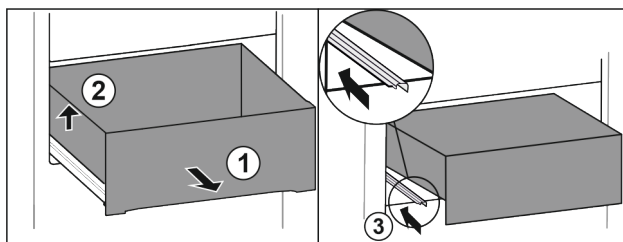

Fig. 113
- ▶ Scoateți sertarul până la opritor. Fig. 113 (1)
- ▶ Ridicați sertarul din stânga. Fig. 113 (2)
- ▶ Inserați șina din stânga. Fig. 113 (3)